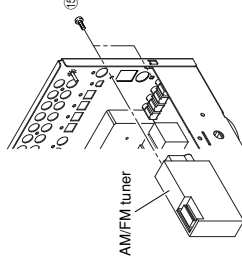

Fig. 6
- a. Remove 2 screws (15). (Fig. 6)
- b. Remove the AM/FM tuner. (Fig. 6)
- a. 15のネジ2本を外します。(Fig. 6)
- b. AM/FMチューナーを取り外します。(Fig. 6)